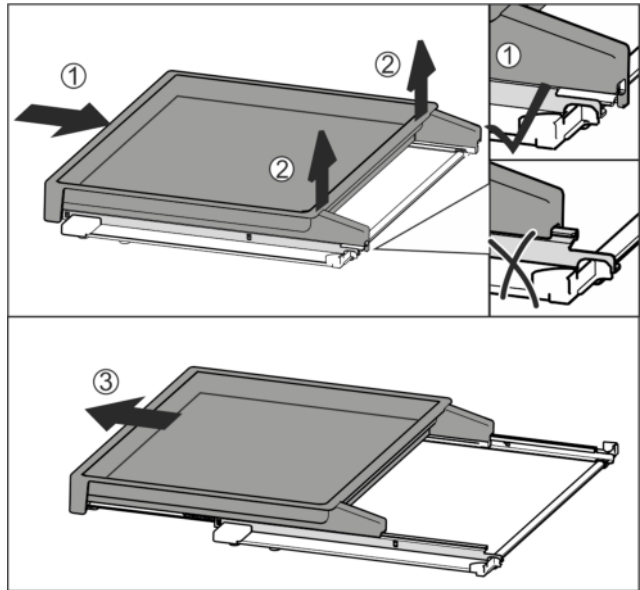

Fig. 96
- Auszugsbord vollständig einschieben Fig. 96 (1).
- Verrastung an hinterer Seite lösen Fig. 96 (2).
- Auszugsbord nach vorne herausnehmen Fig. 96 (3).